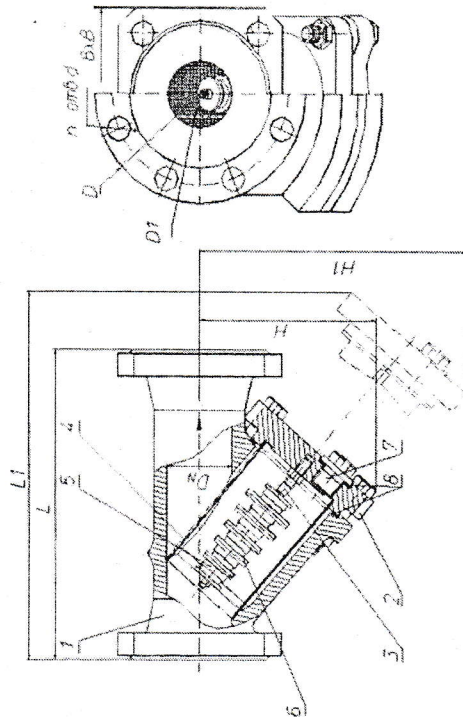

Рис. 1
- 4.1. Фильтр состоит из следующих основных деталей (см. рисунок 1): корпус — поз.1, крышка — поз.2, стержень — поз.3, сетка — поз.4, магнит (6 шт.) — поз.5, шайба (6 шт.) — поз.6, пробка поз.7, прокладка (2 шт.) — поз.8.